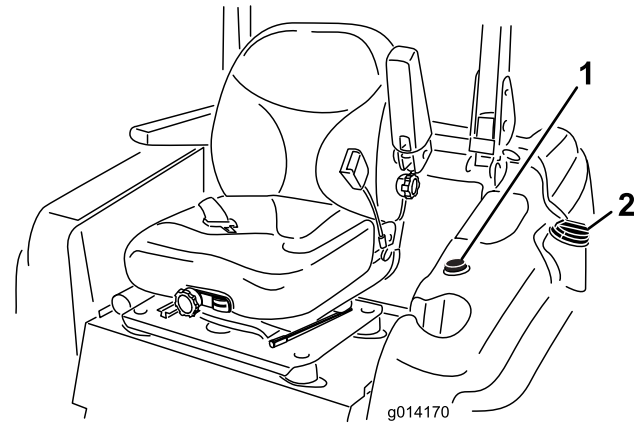

Figura 7
3. Limpe a zona em redor da tampa do depósito de combustível e retire a tampa (Figura 7).